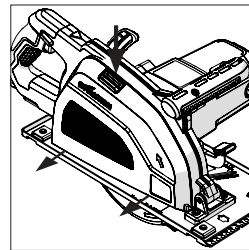
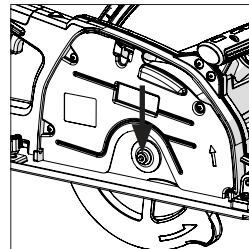

Fig. 3
Fig. 4
- Retire el colector de virutas, **(12)**(**Fig.3**), presionando el botón de liberación, **(13)**, dejando al descubierto el perno de la hoja, (**Fig.4**).
Para retirar y vaciar el colector de virutas, presione el botón de liberación y sepárelo de la máquina, **(13)**. Vacíe los contenidos del colector de virutas deslizando la puerta hacia arriba, **(Fig. 3)**, vuelque los contenidos en un recipiente para residuos adecuado y deséchelos de forma responsable con el medioambiente.